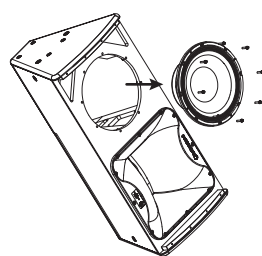

Fig. 2
3. Verwijder en ontkoppel de basdriver (afb. 2) om toegang te krijgen tot de bevestigingsbeugel van de compressiedriver, noteer de polariteit van de basdriver voor later opnieuw aansluiten.